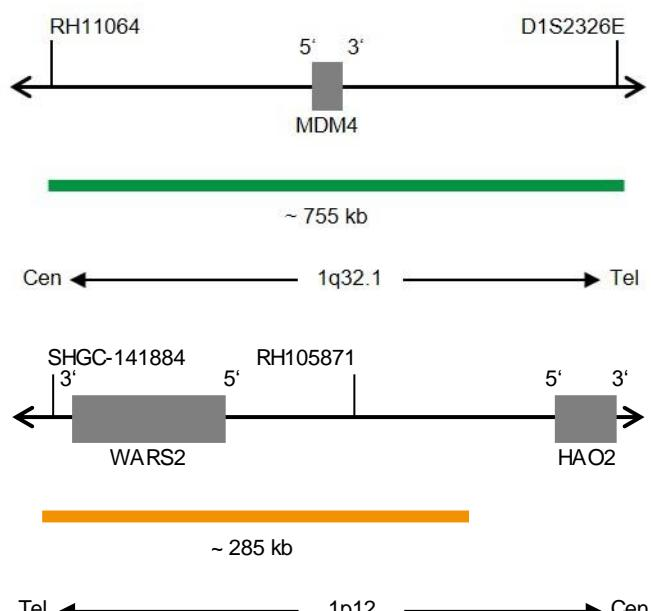

Fig. 1: Cima: SPEC MDM4 Mapa da sonda; Baixo: SPEC 1p12 Mapa da sonda (sem escala)
- Polinucleótidos (~10 ng/μl) com marcação ZyGreen (excitação 503 nm/emissão 528 nm), dirigidos ao mapeamento de sequências alvo em 1q32.1* (chr1:204,126,022-204,882,307) contendo o gene MDM4 (ver Fig. 1).
- Polinucleótidos (~4.5 ng/μl) com marcação ZyOrange (excitação 547 nm/emissão 572 nm), dirigidos ao mapeamento de sequências alvo em 1p12* (chr1:119,537,102-119,823,147) (ver Fig. 1).